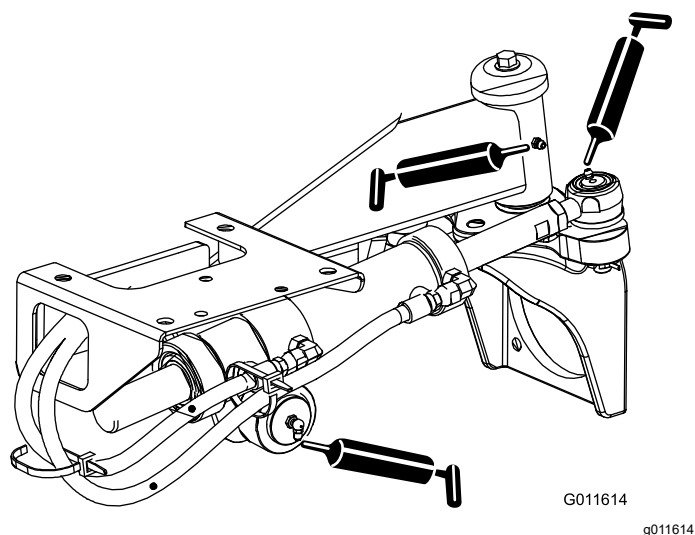

Figura 76
- Articulaciones esféricas del cilindro de dirección (2) y eje trasero (1) – Figura 76